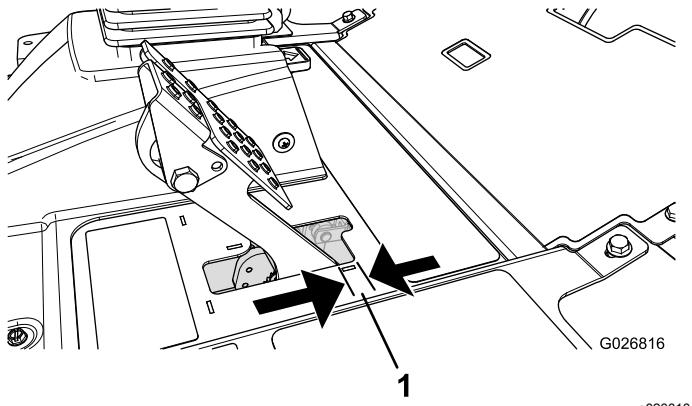

Figure 96
Réglez les freins si la garde à la pédale de frein est supérieure à 2,5 cm ou si la force de maintien offerte est insuffisante (Figure 96). La garde est la distance parcourue par la pédale de frein avant que le freinage soit ressenti.
2. Serrez l'écrou arrière afin de pouvoir déplacer le câble en arrière jusqu'à obtention d'une garde de 6 à 13 mm, avant le blocage des roues (Figure 96).